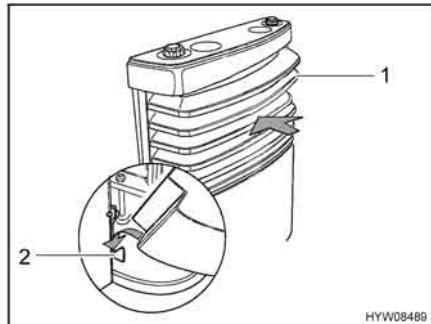

Fig. 115 Copertura del riscaldamento,
- Montare la copertura del riscaldamento. A tale scopo, collocare la copertura (Fig. 115,1) sui supporti inferiori (Fig. 115,2).